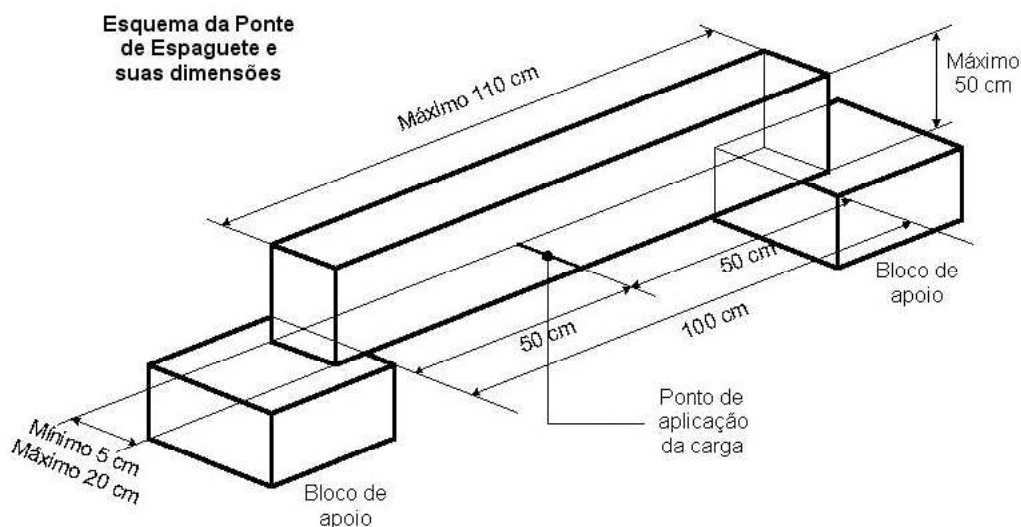

Figura 1: Esquema da ponte de macarrão.
- (a) Cada grupo deverá construir sua ponte na semana anterior ao teste de carga, em local a ser definido pela comissão organizadora (na Faculdade de Engenharia), com acompanhamento da comissão de fiscalização de que trata o item 4.
- (e) A ponte deverá ser capaz de vencer um vão livre de 1 m, estando apoiada livremente nas suas extremidades, de tal forma que a fixação das extremidades não será admitida. Um esquema da ponte é mostrado na figura 1.